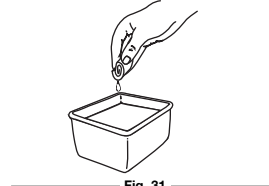

Fig. 31
3. Lave el filtro con agua y detergente (Fig. 31). Enjuague bien el filtro y déjelo secar.
7. Instale de nuevo la tapa del filtro de aire. Haga coincidir las ranuras que hay en la parte superior de la tapa del filtro de aire con las lengüetas de la placa posterior (Fig. 31).